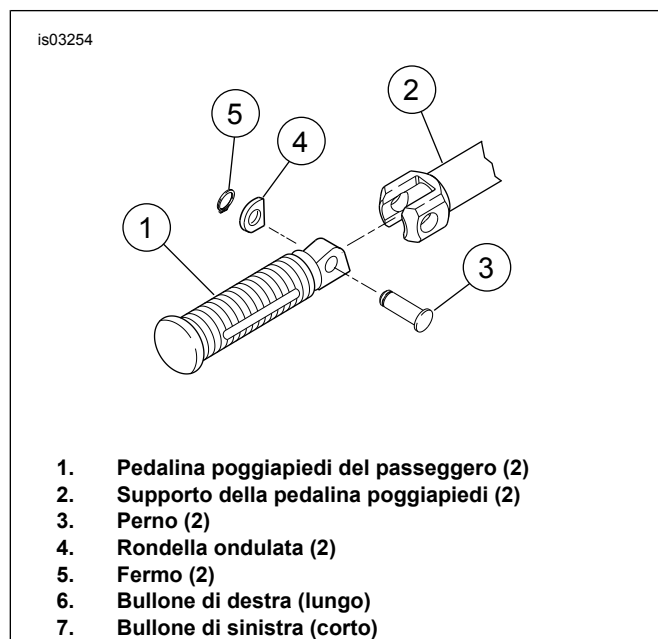

Figura 5. Montaggio della pedalina poggipiedi del passeggero (lato destro)
2. Vedere Figura 5. Togliere la pedalina poggipiedi del passeggero (1) dal sostegno (2), estraendo il perno (3), la rondella ondulata (4) e il fermo (5). Conservare le parti per l'installazione del kit.
1. Vedere Figura 5. Allineare il sostegno della pedalina poggia piedi (2) al foro nel telaio.
1. Vedere Figura 5. Allineare il sostegno della pedalina poggia piedi (2) al foro nel sostegno della marmitta.
1. Vedere Figura 5. Installare la pedalina poggipiedi del passeggero (1) sul sostegno (2) usando il perno originale (3), la rondella ondulata (4) e il fermo (5).